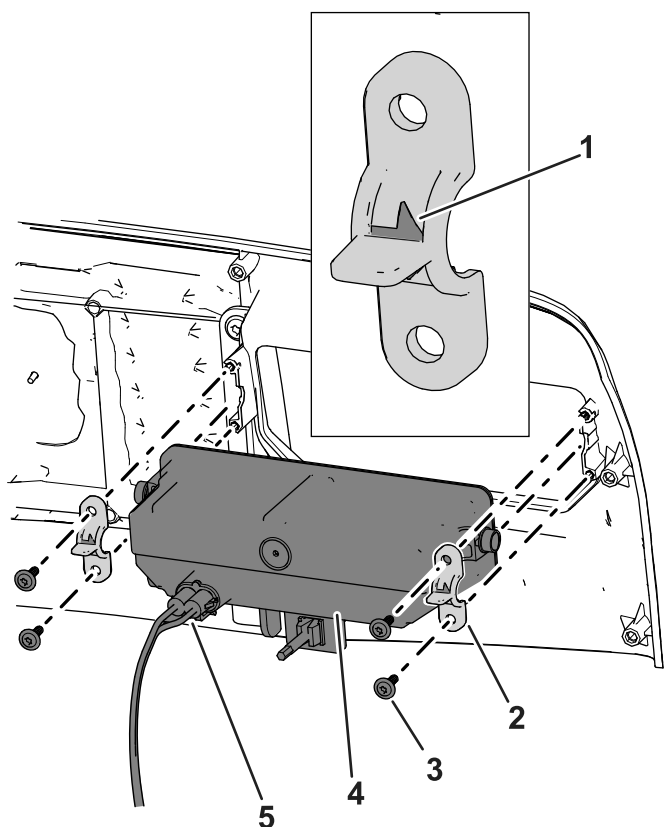

図 45
3. ハーネスの電気コネクタを、ヘッドライトアセンブリのコネクタから取り外す 図 45。
4. ヘッドライトを車体に固定しているプラスチック製クリップとヘッドライト取り付けねじを外し、ヘッドライトアセンブリを取り外す 図 45。
5. 取り外しておいたプラスチック製クリップとヘッドライト取り付けねじを使って、新しいヘッドライトをマシンに取り付ける。ヘッドライト取り付けねじを 1.6 N・m 0.17 kg・m にトルク締めする。 図 45 を参照方。
注 プラスチック製クリップの方向矢印が、マシンの外側を向くようにする 図 45。
6. ハーネスの電気コネクタを、ヘッドライトアセンブリのコネクタに接続する 図 45。